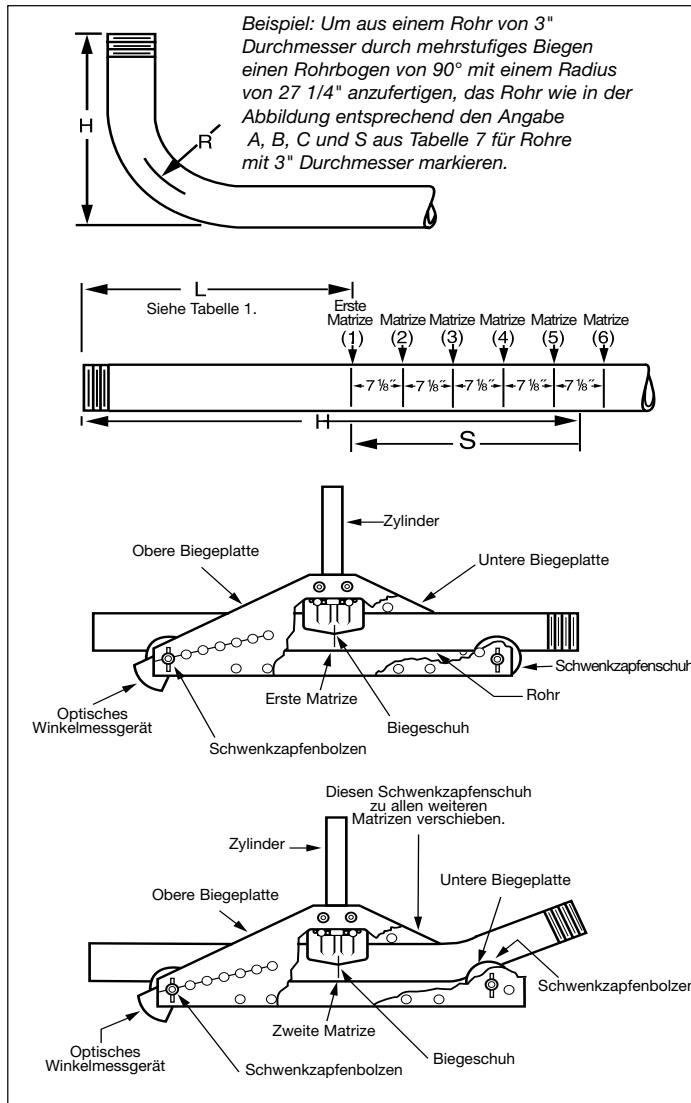

Abbildung 8, Mehrstufig gebogener Rohrbogen 90°
1. Das gewünschte Biegemaß (H) auf dem geraden Rohr markieren (siehe Abbildung 8).
2. Die Größe des zu biegenden Rohres in Tabelle 6 suchen. Das Rücksetzmaß (S) für den gewünschten Biegeradius beim mehrstufigen Biegen auswählen.
3. Das hintere Maß bestimmen (Rücksetzmaß (S) abziehen und Rohr markieren).